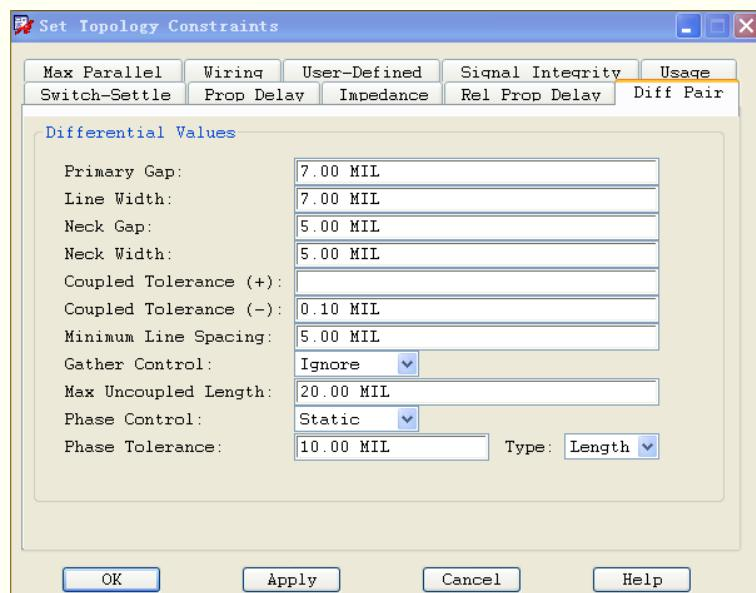

图 2-14 差分线规则的设置
2.3.12.12.1 差分线规则 要想对差分线自动布线，推荐按以下规则设置差分线规则，如图 2-14